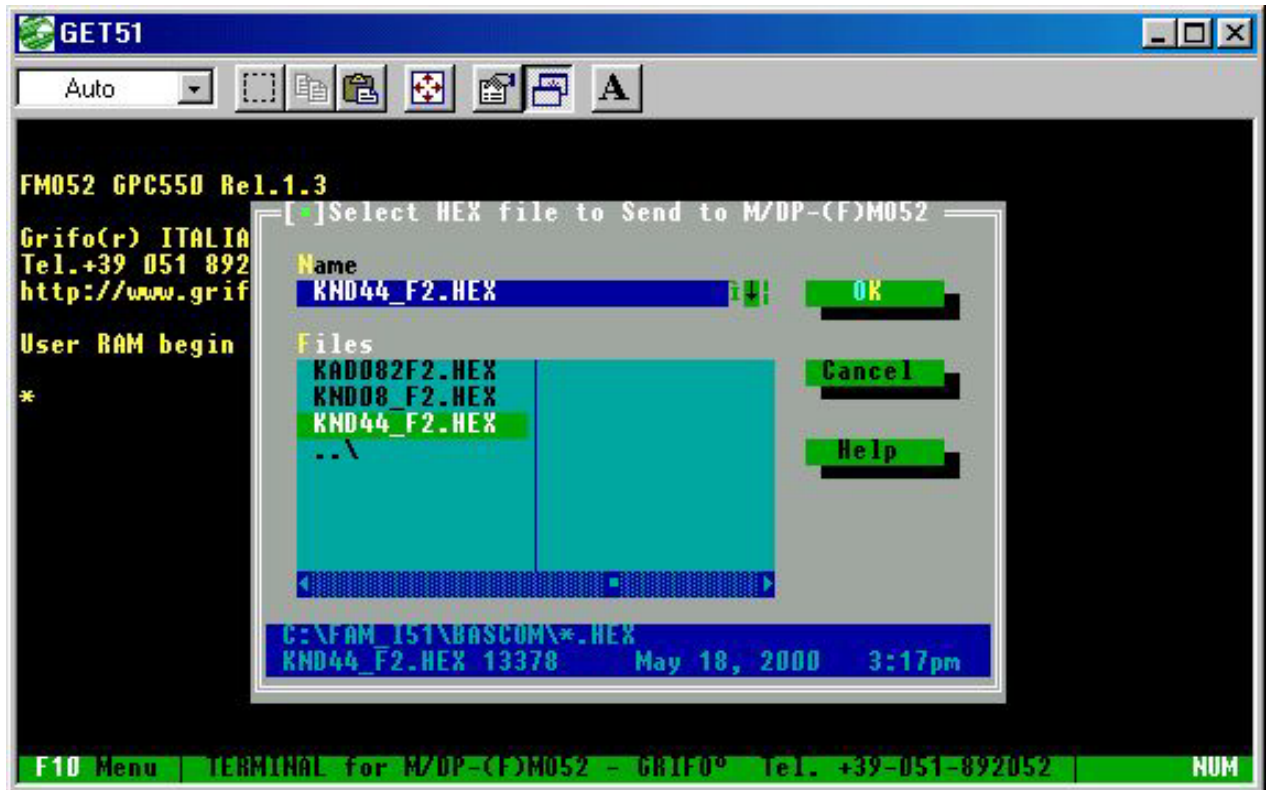

FIGURA 9: SCARICAMENTO DEL FILE INTEL HEX CON GET 51
- Per selezionare il file da scaricare, premere il tasto F8 (vedere figura 9). La finestra che appare permette di cercare il file desiderato attraverso tutti i dispositivi di memoria di massa disponibili e di selezionarlo premendo Invio, una volta selezionato premendo di nuovo Invio inizierà subito lo scaricamento.